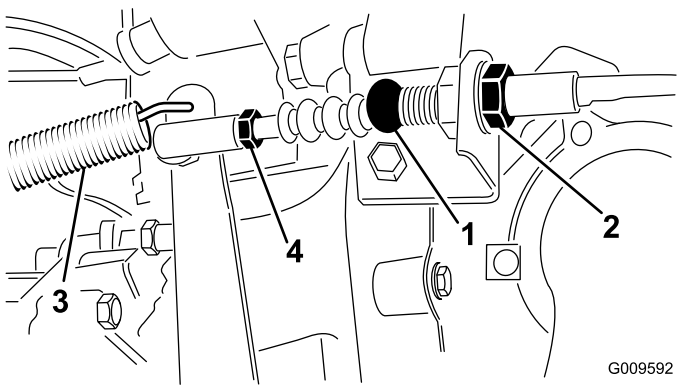

图59
- 1. 拧松将离合器拉索固定到钟形外壳支架的锁紧螺母图59。